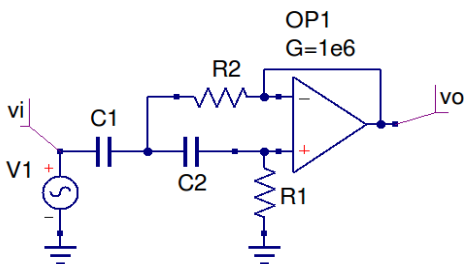

Fig. 5
5) Projete um filtro passa-altas (PA) de 2ª ordem, utilizando o circuito RC com AMPOP ideal mostrado na Fig. 5, com as seguintes especificações: fator de qualidade  $Q=0,707$  (formato de resposta Butterworth) e frequência do pólo igual a  $\omega_0=10^3$  rad/s. Assumir  $C_1=C_2=10$  nF. Obter também a função de transferência do filtro  $H(s)=V_o(s)/V_i(s)$ .